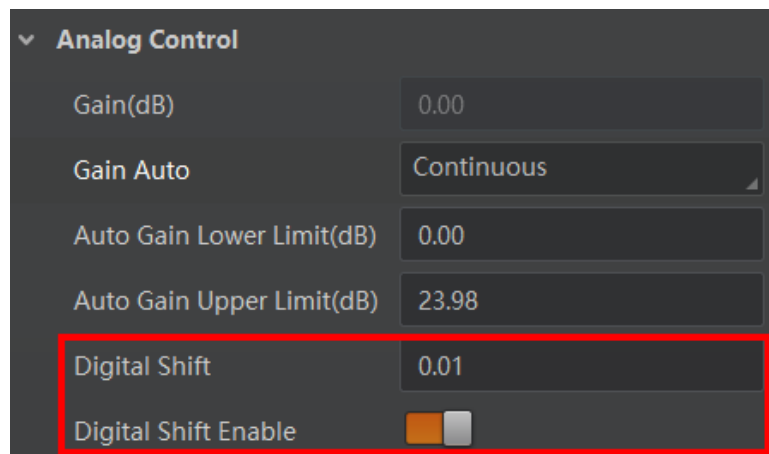

图7-25 数字增益设置
2. 在 *Digital Shift* 参数中输入需要设置的数字，如图 7-25 所示。